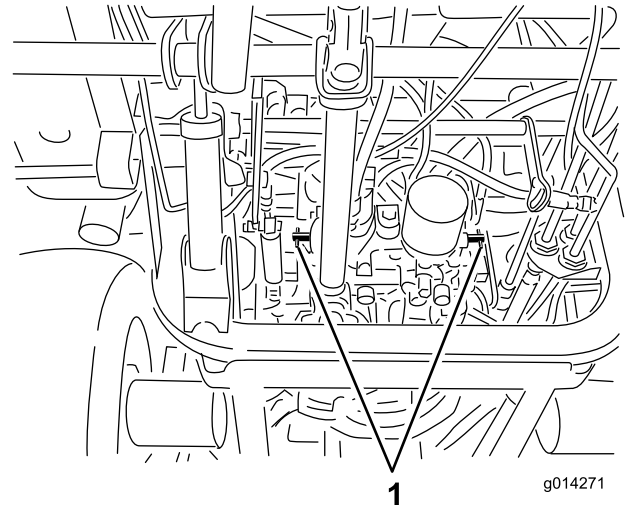

Figura 22
4. Gire las válvulas de desvío una vuelta en sentido antihorario (Figura 22).
1. Gire cada válvula de desvío una vuelta en sentido horario y apriételas a mano (Figura 22).
2. Apriete las válvulas a 8 N m aproximadamente, según se muestra en Figura 22.